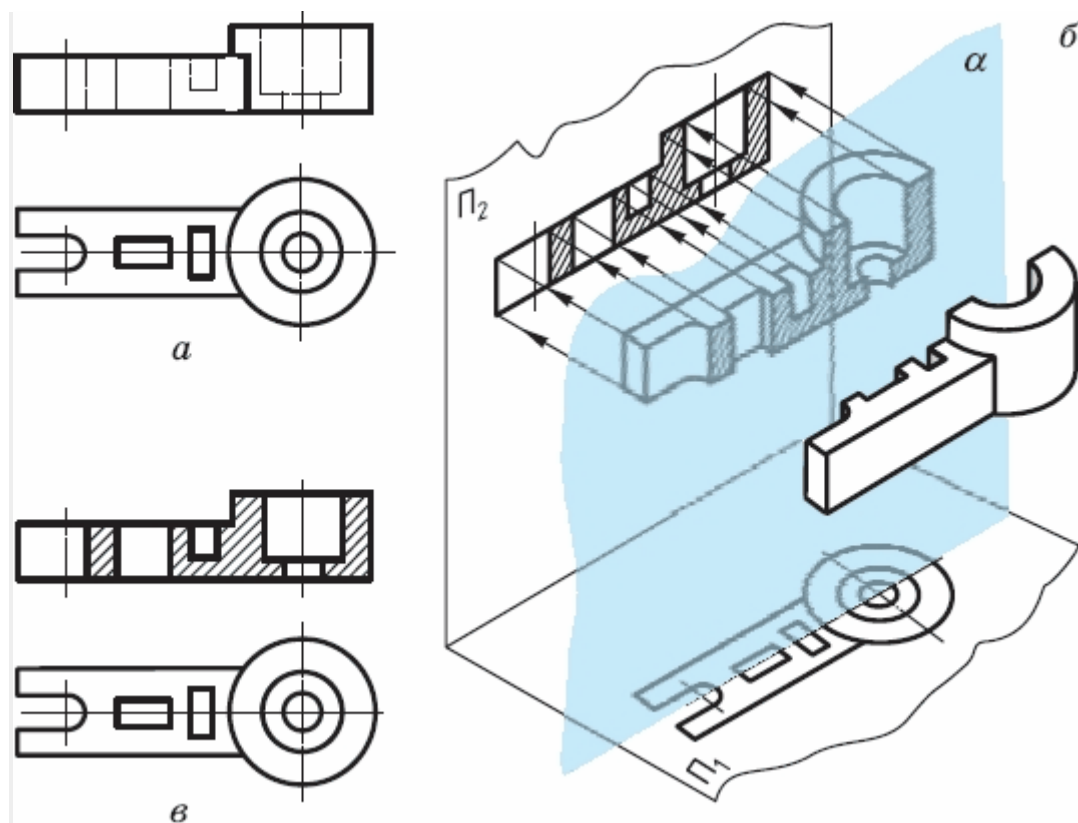

Рис. 1
1. Назначение разрезов. Некоторые детали, как и изделия в целом, имеют очень сложную внутреннюю форму. Большое количество штриховых линий, если их использовать на чертеже для показа всех невидимых элементов детали, создает дополнительные трудности в восприятии ее формы (рис.1, а). Для уяснения внутренней формы детали по чертежу, выявления ее отдельных частей и элементов применяют разрезы.
Разрез — это изображение предмета, мысленно рассеченного одной или несколькими плоскостями. При этом часть предмета, расположенная между наблюдателем и секущей плоскостью, мыслится удаленной (рис. 1, б). На разрезе показывают то, что находится в секущей плоскости и за ней (рис. 1, в).
Как изменился чертеж детали после использования разреза? Как видите, вид сверху на чертеже не изменился (рис. 1, в). В то же время штриховые линии, которыми на главном виде были изображены внутренние очертания, теперь обведены сплошными основными линиями, так как они стали видимы. Фигура сечения, входящая в разрез, заштрихована. Но штриховка нанесена только там, где сплошные части детали попали в секущую плоскость.